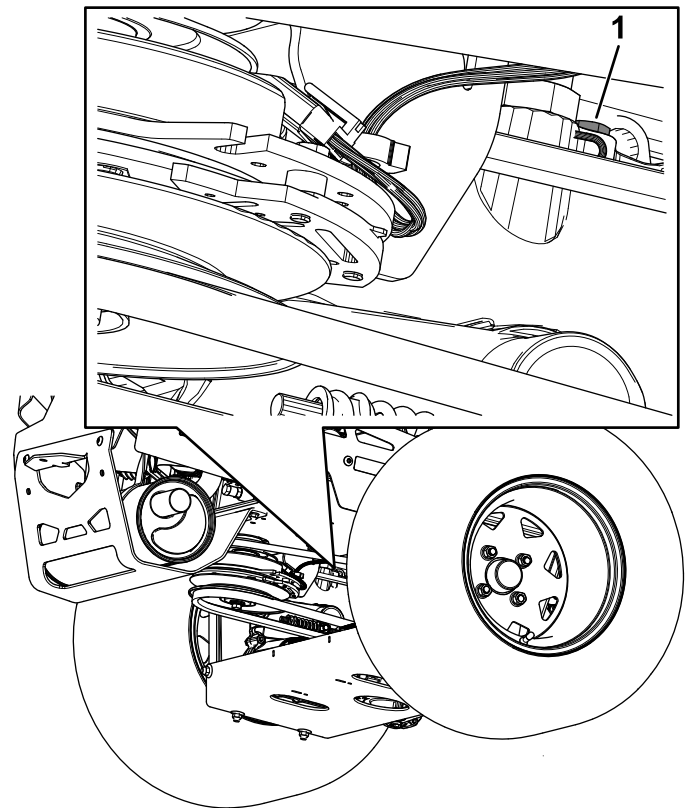

Figura 77
- **Transmisiones hidrostáticas ZT 5400:** utilice una llave de 7/16" para acceder al tapón de ventilación desde debajo de la máquina (Figura 77).